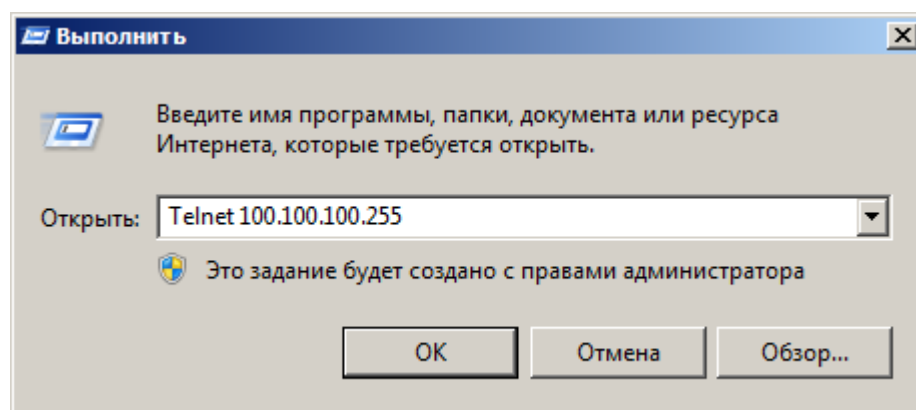

Рисунок 2 — Настройка подключения кодера
1. В командной строке (**Пуск->Выполнить**) наберите **Telnet** и **IP-адрес** устройства. Нажмите на кнопку **ОК** (рисунок 2).